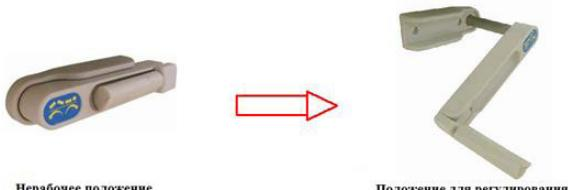

Рис. 3 Ручка для регулирования положения секций и ложе.
- При подъеме и опускании секции необходимо пользоваться специальной ручкой, установленной со стороны изножья. Для задействования ручки необходимо оттянуть наружу планку с ручкой, повернуть ручку перпендикулярно планке, и, поворотом ручки, привести соответствующую секцию в требуемое положение. После достижения необходимого положения, повернув ручку, установить ее в углублении планки и привести планку в исходное положение (Рис. 3).